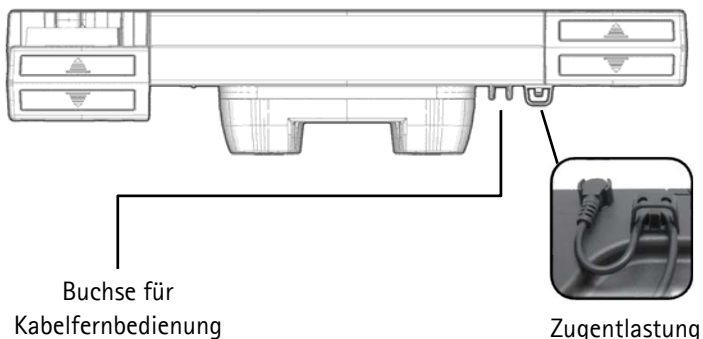

Abb. 18 Inbetriebnahme AxisDrive IPS
Stecken Sie das Kabel der Fernbedienung in die 5-polige Fernbedienungsbuchse (siehe Abb. 18, Kapitel 7.1.1 „Inbetriebnahme“).
1. Stecken Sie den Stecker der Kabelfernbedienung in die Buchse (Abb.18)
2. Sichern Sie das Kabel gegen unbeabsichtigtes Ausstecken mit der dafür vorgesehenen Zugentlastung (Abb.18). Siehe auch 5.2.2 „Zugentlastung montieren“